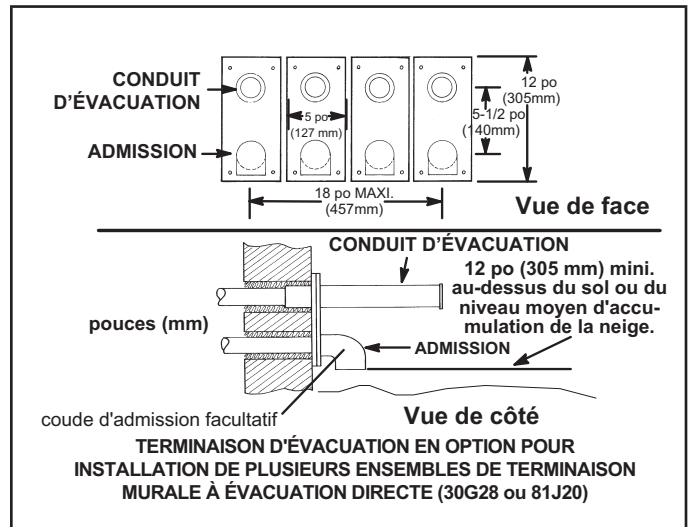

Figure 40
- 8 - Une installation composée de plusieurs générateurs peut être reliée à un groupe de quatre terminaisons ou moins assemblées à l'horizontale, comme illustré à la Figure 40.